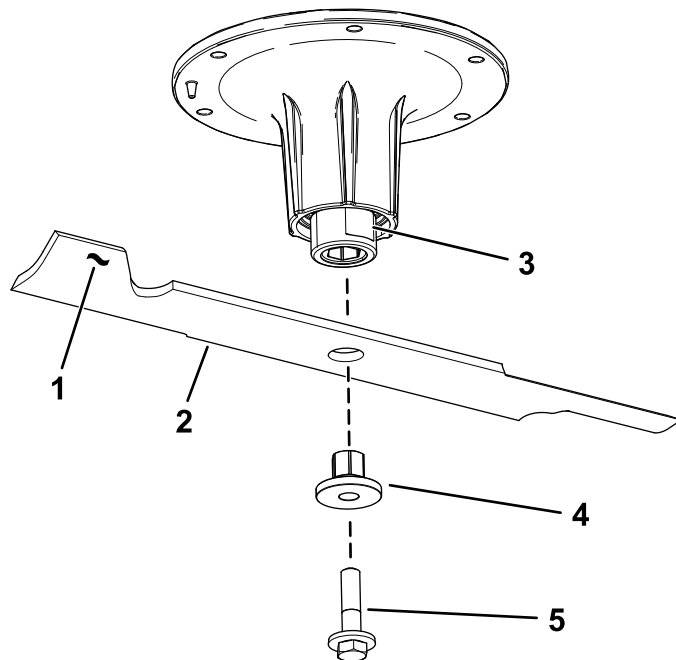

Figura 75
2. Rimuovete il bullone della lama, la boccola e la lama dall'albero del fusello (Figura 75).